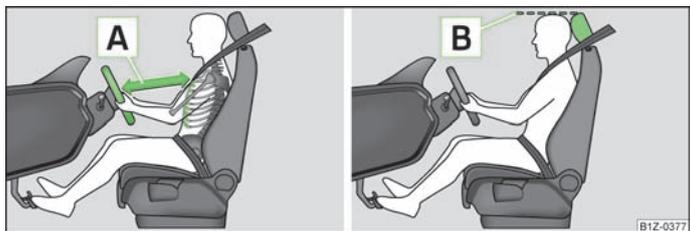

Fig. 90 Distanza corretta del conducente dal volante e dalla plancia / regolazione corretta del poggiatesta del conducente
- ▶ Impostare il volante in maniera tale che la distanza **A** tra **fig. 90** il volante e il petto sia pari a min. 25 cm.
- ▶ Regolare il poggiatesta in modo che il bordo superiore del poggiatesta **B** » **fig. 90** si trovi all'incirca alla stessa altezza della parte superiore del proprio capo.